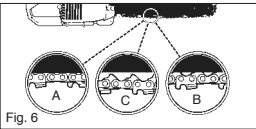

Fig. 6
**VOORZICHTIG!** Als de zaagketting **TE LOS** of **TE HARD GESPANNEN** is, gaan de tanden, de geleiderail, de ketting en het lager van de krukas sneller afslijten. Fig. 6 informeert over de correcte koude spanning (A) en warme spanning (B) en dient als aanwijzing voor verdere afstellingen van de zaagketting (C).